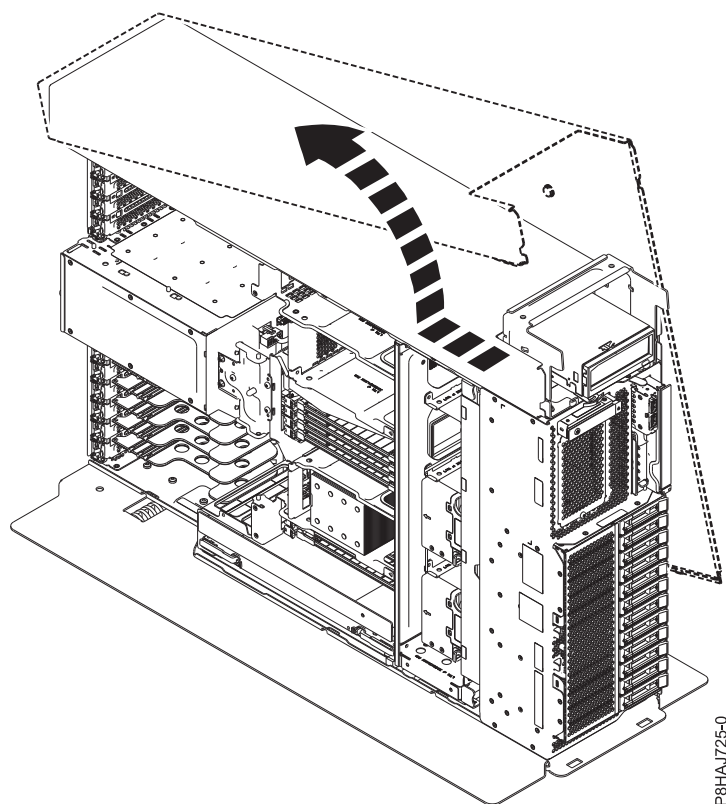

Figura 45. Remover a tampa lateral do 8286-41A
5. Deslize a tampa lateral do sistema na direcção que é apresentada na Figura 45.